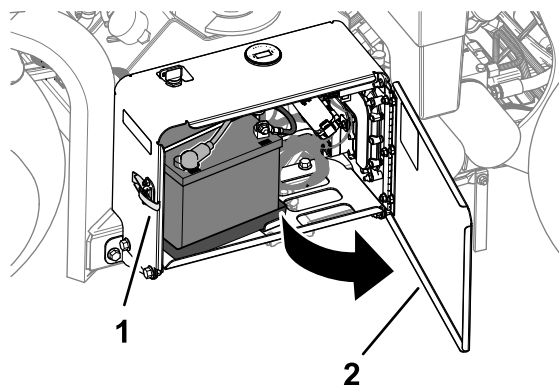

図 170
- ラッチを外し、バッテリーコンパートメントのドアを開く図 170。